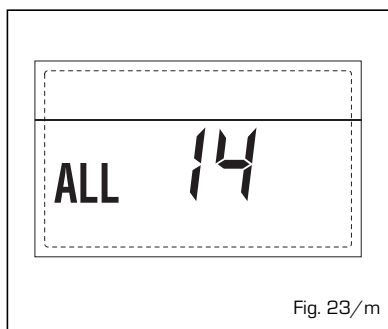

Fig. 23/m
- ANOMALÍA DEL VENTILADOR "AL 15" (fig. 23/n)